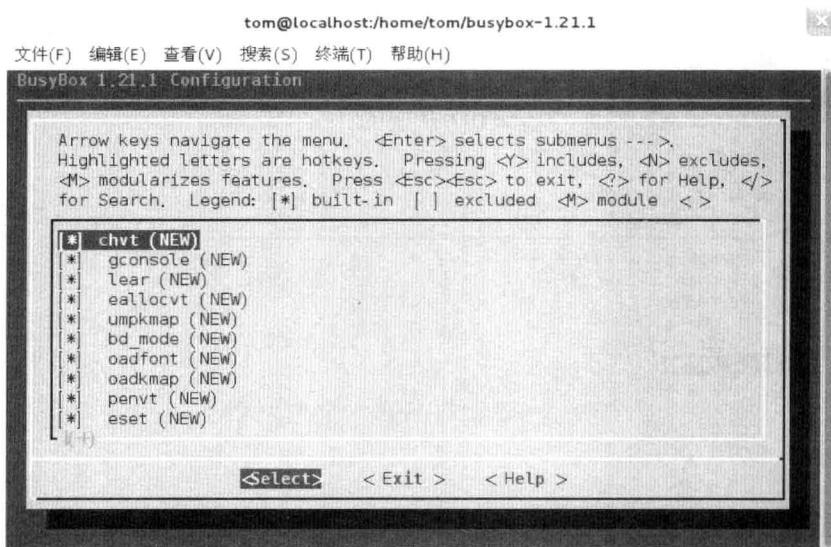

图 5.6 配置控制台工具 (Console Utilities)
(5) 配置控制台工具 (Console Utilities)，该窗口中的工具在实际中用的比较少，常用的有清除控制台 (clear)、重置 (reset) 控制台等，读者可以根据需要选择，如图 5.6 所示。